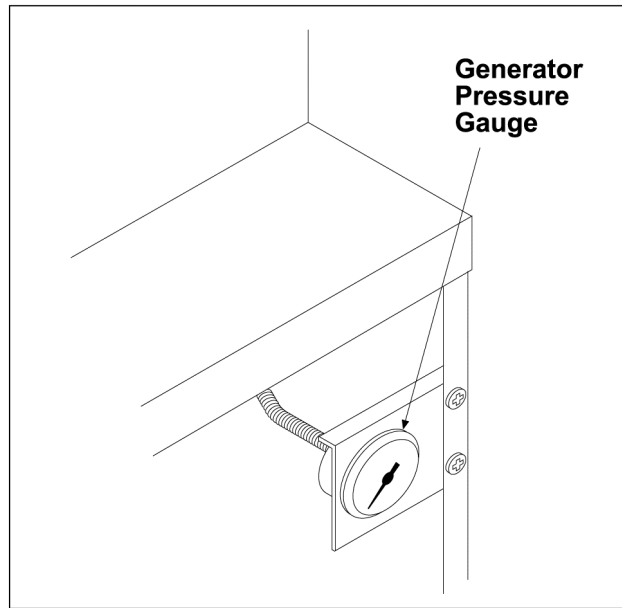

Fig. 58
**PREVIOUS PRODUCTION SHOWN (Fig. 58)**